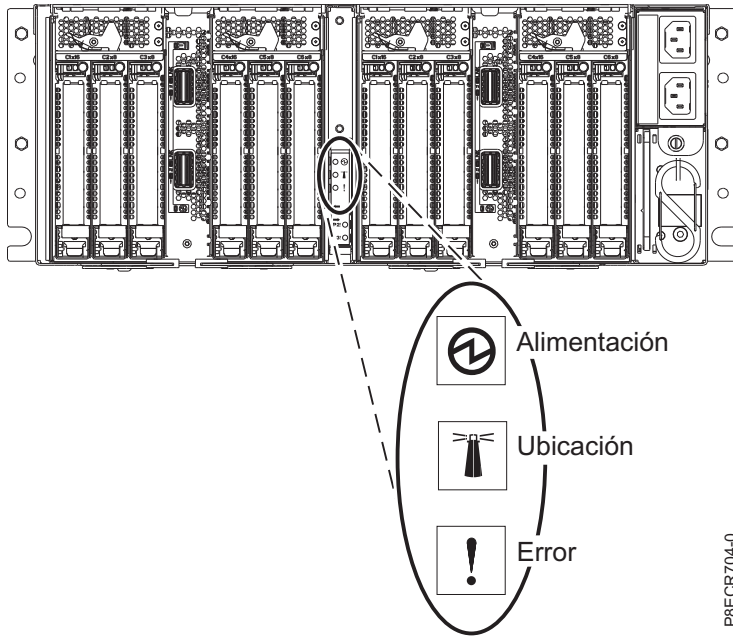

Figura 9. Indicador de alimentación posterior para el cajón de expansión PCIe3 EMX0
5. Asegúrese de que el LED indicador de alimentación posterior ubicado en la parte posterior de su cajón de expansión PCIe3 EMX0 esté encendido tal como se muestra en la Figura 9 en la página 8.